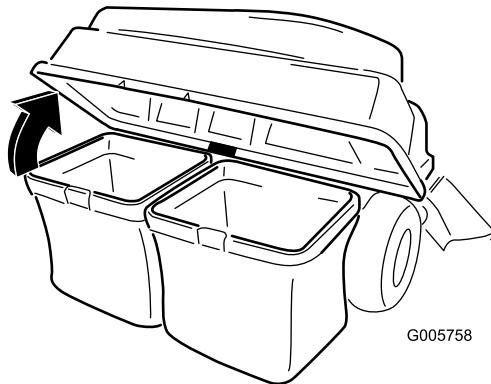

Figure 15
- Ouvrez (soulevez) le couvercle du collecteur (Figure 15).